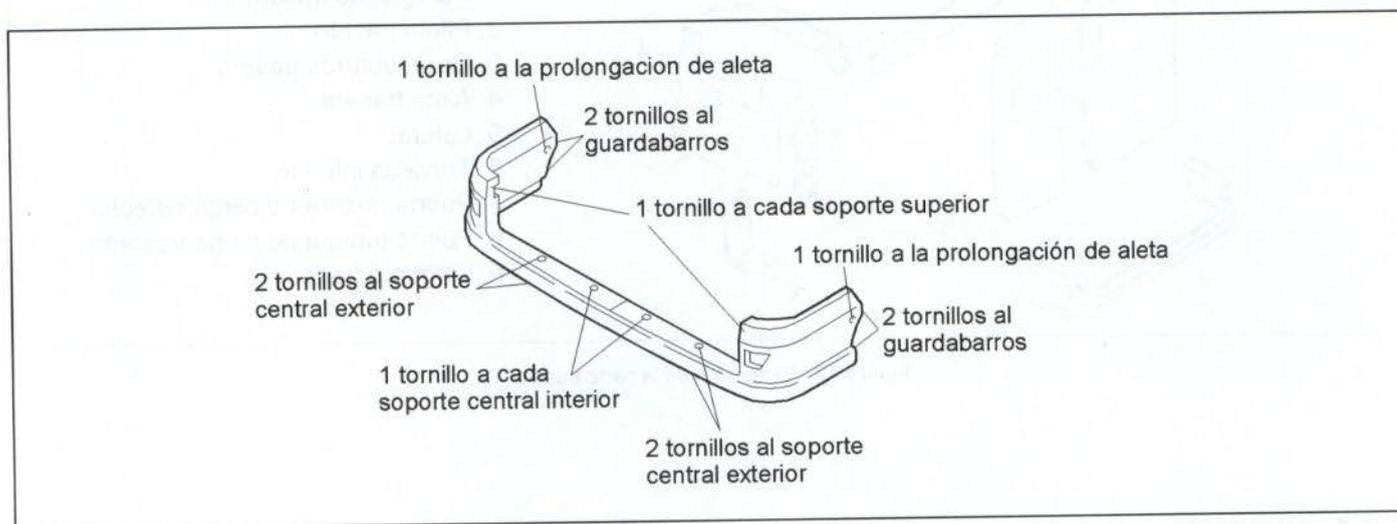

Figura 44.- Unión del paragolpes trasero
En la figura 44 se muestra la unión del paragolpes trasero con el resto de la carrocería.
- Paragolpes trasero (ver figura 44).